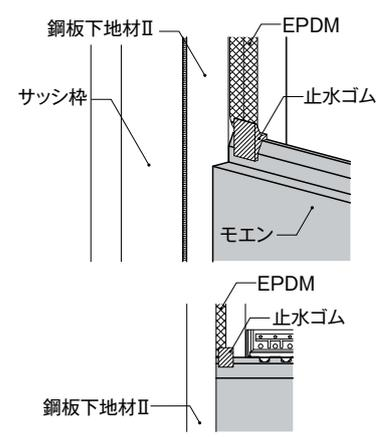

図4 止水ゴムの貼り付け
- ▶ サッシ左右のモエン上下接合部には同梱の止水ゴムを貼り付ける。止水ゴムの貼り付け位置は、鋼板下地材ⅡのEPDMと重なるようにする。(図4参照)